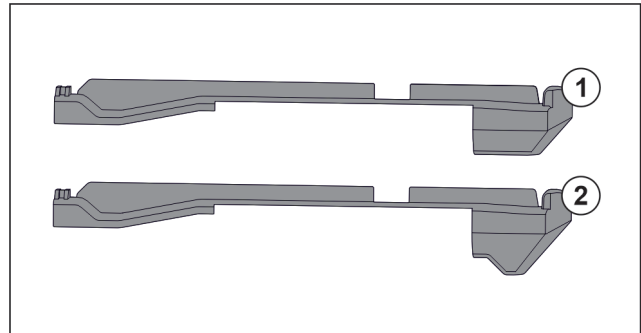

Fig. 123 Порівняння вставних частин
У пристрої є дві різні вставні частини. Вставна частина над самим нижнім висувним ящиком Fig. 123 (2) має трикутний край. Всі інші вставні частини Fig. 123 (1) мають прямий край.
- ▶ Розмістити вставну частину Fig. 123 (2) з трикутним краєм над самим нижнім висувним ящиком.
- ▶ Розмістити вставну частину Fig. 123 (1) з прямим краєм у всіх інших місцях.